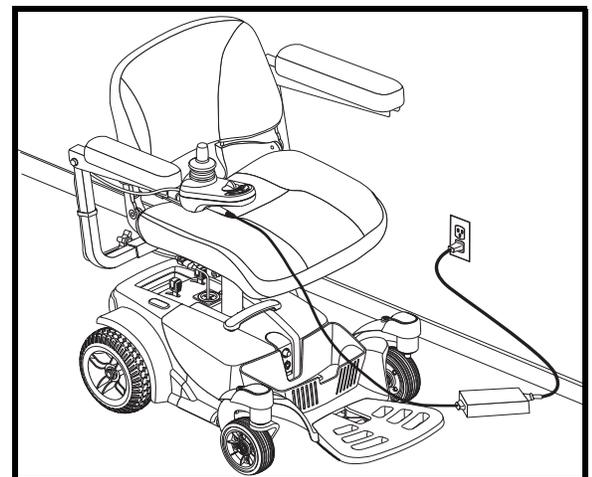

Figure 23. Recharge des batteries par le contrôleur
3. Branchez le chargeur externe dans le réceptacle XLR situé sur le contrôleur. **Voir la figure 23.**